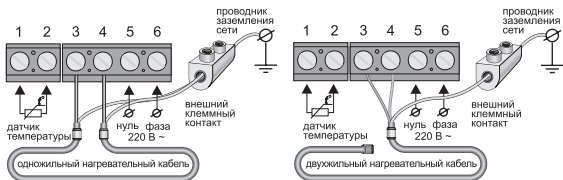

Рис. 4
– 3-х проводная электрическая сеть (с отдельным проводником заземления), экран нагревательной секции или мата напрямую присоединяется к проводнику заземления при помощи внешнего клеммного контакта под винт (входит в комплект поставки) (рис. 4).